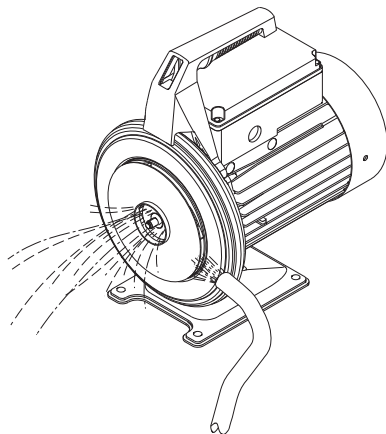

Fig. 7 Limpeza do impulsor
3. Retire o parafuso (pos. 93) e a braçadeira (pos. 92) que fixam a camisa da bomba (pos. 16).
4. Empurre e liberte a camisa da bomba (pos. 16) do acoplamento do motor utilizando uma chave de fendas e retire-a.
5. Retire o ejector (pos. 14) da camisa da bomba.
7. Verifique se o impulsor (pos. 49) contém sujidade. Em caso afirmativo, limpe o impulsor (sem o retirar) com uma escova macia ou um jacto de água. Consulte a fig. 7.